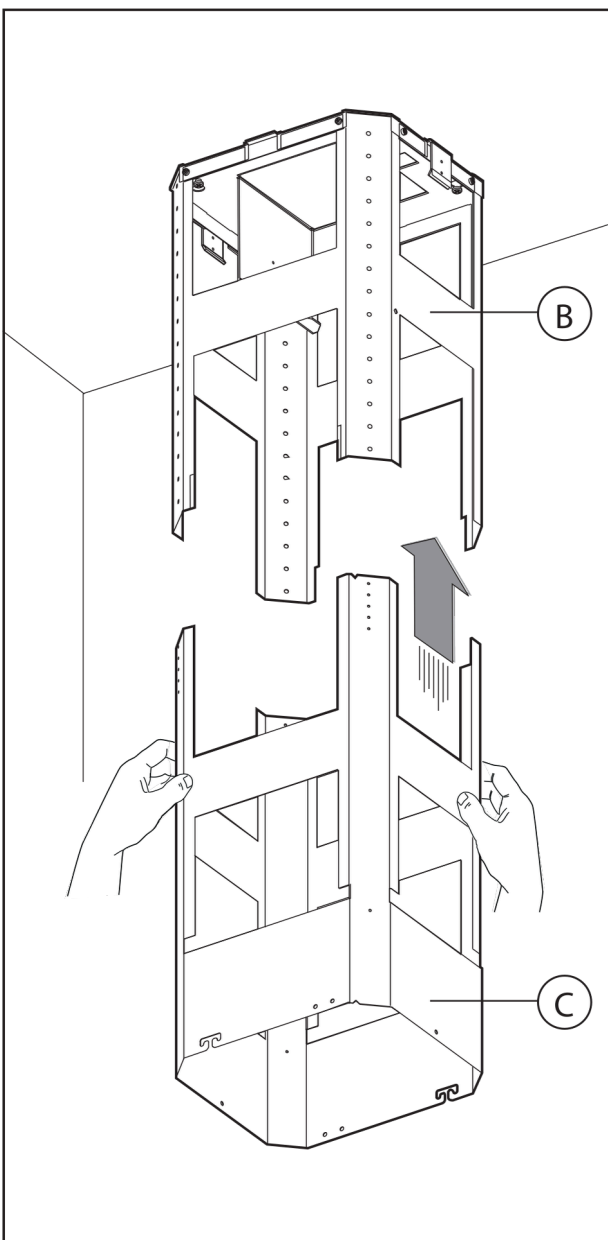

Fig.5
5. Ta nu den nedre delen av teleskopstrukturen **C** och sätt på den övre **B** (Fig.5). Reglera till önskad höjd och jämför med indikerade höjder på (Fig.14).